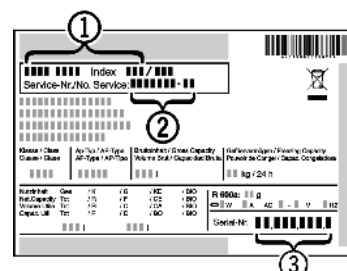

Fig. 9
- Označení přístroje *Fig. 9 (1)*, servisní číslo *Fig. 9 (2)* a sériové číslo *Fig. 9 (3)* naleznete na typovém štítku. Identifikační typový štítek je umístěn na levé vnitřní stěně přístroje.
- Informujte zákaznický servis a sdělte poruchu, označení přístroje *Fig. 9 (1)*, servisní číslo *Fig. 9 (2)* a sériové číslo *Fig. 9 (3)*.